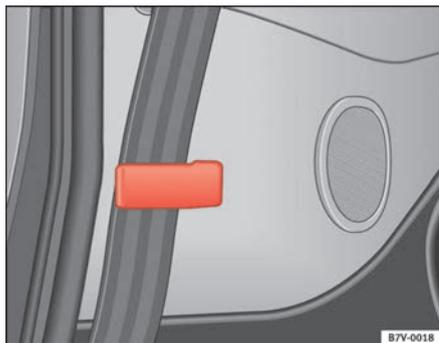

Fig. 20 Supporto della cintura dei sedili esterni della fila centrale
- Quando si slaccia la cintura dei sedili esterni della seconda fila introdurre il nastro dietro la guida dei rivestimenti laterali ⇒ fig. 20, in modo da poter ribaltare lo schienale senza danneggiare il nastro.